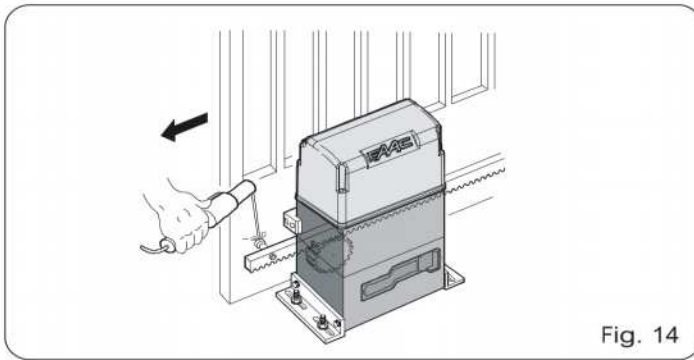

Fig. 14
- 3) Apoyen sobre el piñón la primera pieza de cremallera comprobando que esté perfectamente horizontal y suelden el pasador roscado sobre la verja tal y como se indica en la Fig. 14.